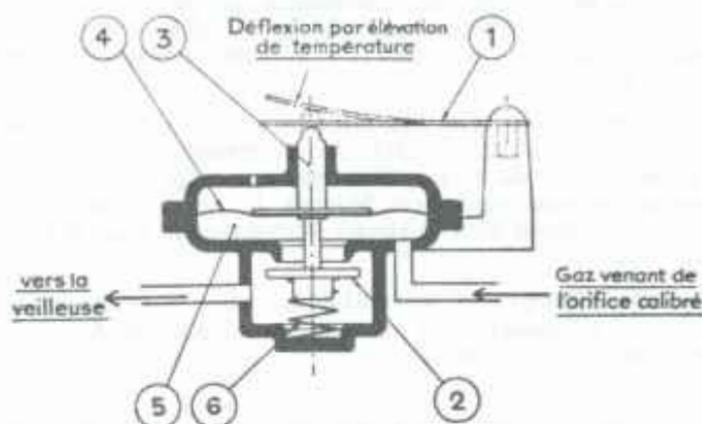

Fig. 3
3° Le thermostat d'ambiance type 652 (fig. 3)
Le brûleur restera allumé jusqu'à ce que la température réglée par le thermostat soit atteinte; à ce moment, la déformation de la lame bimétallique (1) du thermostat (fig. 3) entraînera la fermeture du clapet (2) donc du circuit dérivé. La contrepression qui en résultera dans la chambre (19) de la valve (fig. 2) aura pour effet de faire fermer celle-ci.